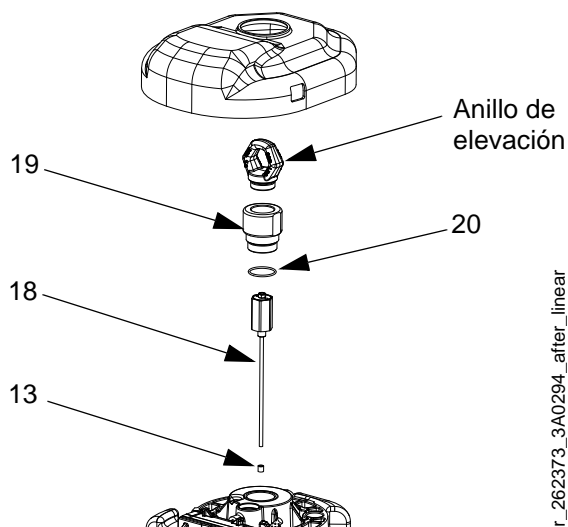

FIG. 21: Instalación del sensor lineal
- d. Coloque el imán del sensor lineal (13) en la herramienta de instalación (27) y luego inserte el imán en la parte superior del eje del motor.
- e. Aplique el adhesivo suministrado en las roscas del conjunto de sensor lineal (18). Instale el sensor lineal; ajuste a un par de torsión de 30 a 36 pies-libras (40,6 a 48,8 N•m). Consulte la FIG. 21.
- f. Coloque la nueva junta tórica (20) en el adaptador del anillo de elevación (19) y aplique el adhesivo suministrado en las roscas. Consulte la FIG. 21.
- g. Dirija el cable del sensor lineal a través del adaptador del anillo de elevación. Instale el adaptador del anillo de elevación; ajuste a un par de torsión de 30 a 36 pies-libras (40,6 a 48,8 N•m). Consulte la FIG. 21.
- i. Aplique el adhesivo suministrado en las roscas del anillo de elevación. Instale el anillo de elevación; ajuste a un par de torsión de 30 a 36 pies-libras (40,6 a 48,8 N•m). Consulte la FIG. 21.